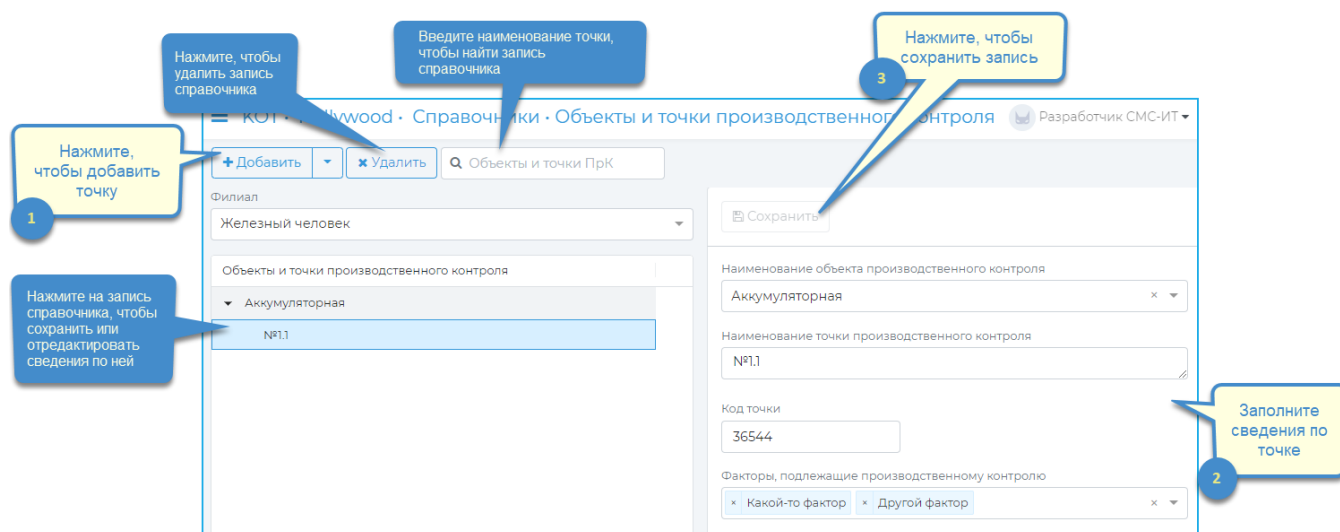

Рисунок 218 – Справочник «Объекты и точки производственного контроля» в режиме «Точки»
- **«Точки».** В этом режиме можно просмотреть, а также добавить, редактировать или удалить какую-либо из точек производственного контроля, прикрепленную к определенному объекту производственного контроля (Рисунок 218).